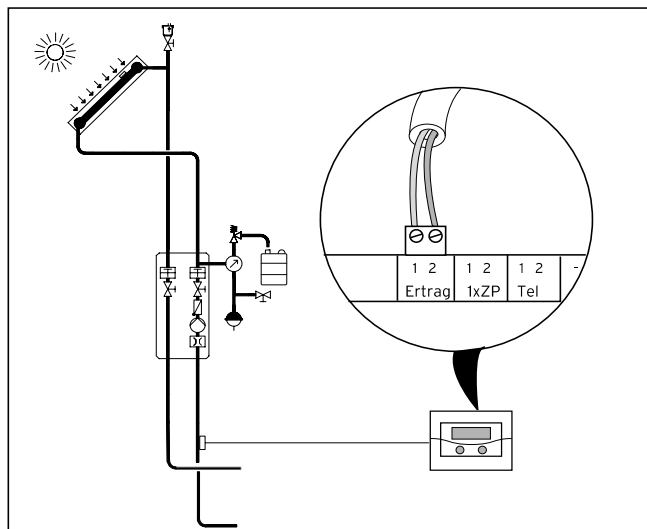

Рис. 4.28: Подключение сенсора замера температуры в обратном трубопроводе
- Подключить сенсор замера температуры в обратном трубопроводе солярного контура (принадлежность VR 10), как показано на рис. 4.28.